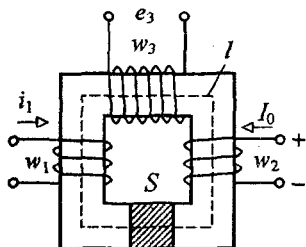

Рис. 2.14
**Задача 2.15.** На стальной сердечник намотаны 3 обмотки. По первой обмотке с числом витков  $w_1 = 10$  протекает синусоидальный ток  $i_1 = 1,2 \sin 314t$  А, по второй ( $w_2 = 10$ ) – постоянный ток  $I_0 = 2$  А (рис. 2.14). Размеры сердечника:  $l = 0,2$  м;  $S = 2 \cdot 10^{-4}$  м2. Кривая намагничивания стали задана уравнением